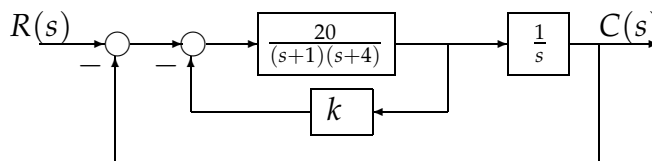

Figura 6: Sistema de control
*Ejemplo 3.* Grafiquemos el lugar de las raíces del diagrama de la Figura 6. La función de transferen-